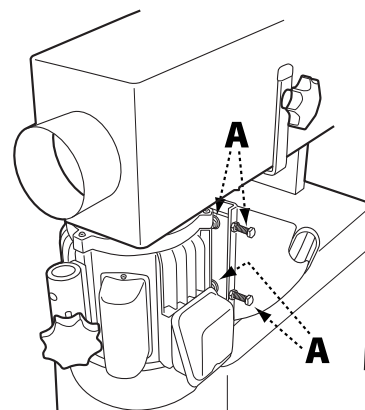

FIGURE 11
1. Desserrez les quatre écrous du support de moteur (A), juste assez pour que les vis de suivi puissent être tournées pour procéder au réglage. Voir Figure 11.